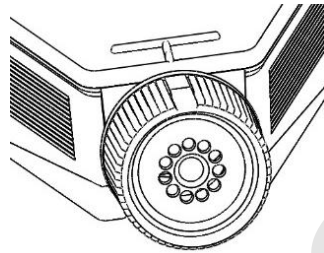

Bild 1, picture 1
- Schrauben Sie die Filter-Schraubkappe vollständig zu (Bild 1). Dank der integrierten hydrophoben PTFE Filtermembran [0.22 µm] ist ein kontinuierlicher Gasaustausch sichergestellt. Wird die Membrane nass, ist der Gasaustausch für kurze Zeit verringert.